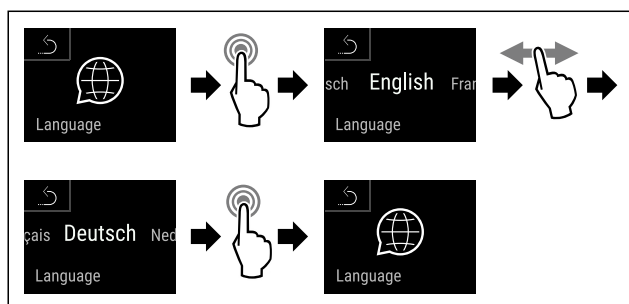

Fig. 89
- Proved'te akční kroky (viz Fig. 89).